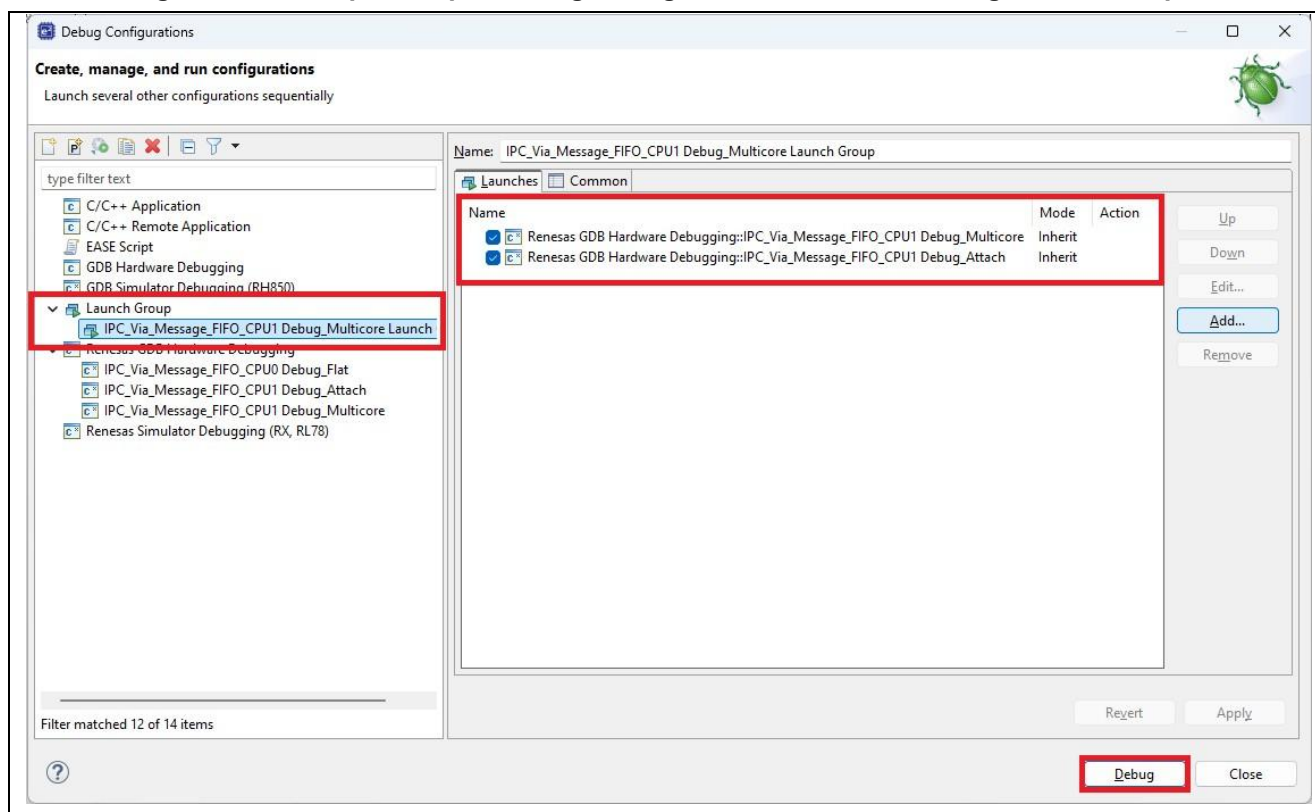

图 12. 调试基于消息 FIFO 的 IPC 示例
3. 如图 12 所示选择"IPC_Via_Message_FIFO_CPU1 Debug_Multicore"。